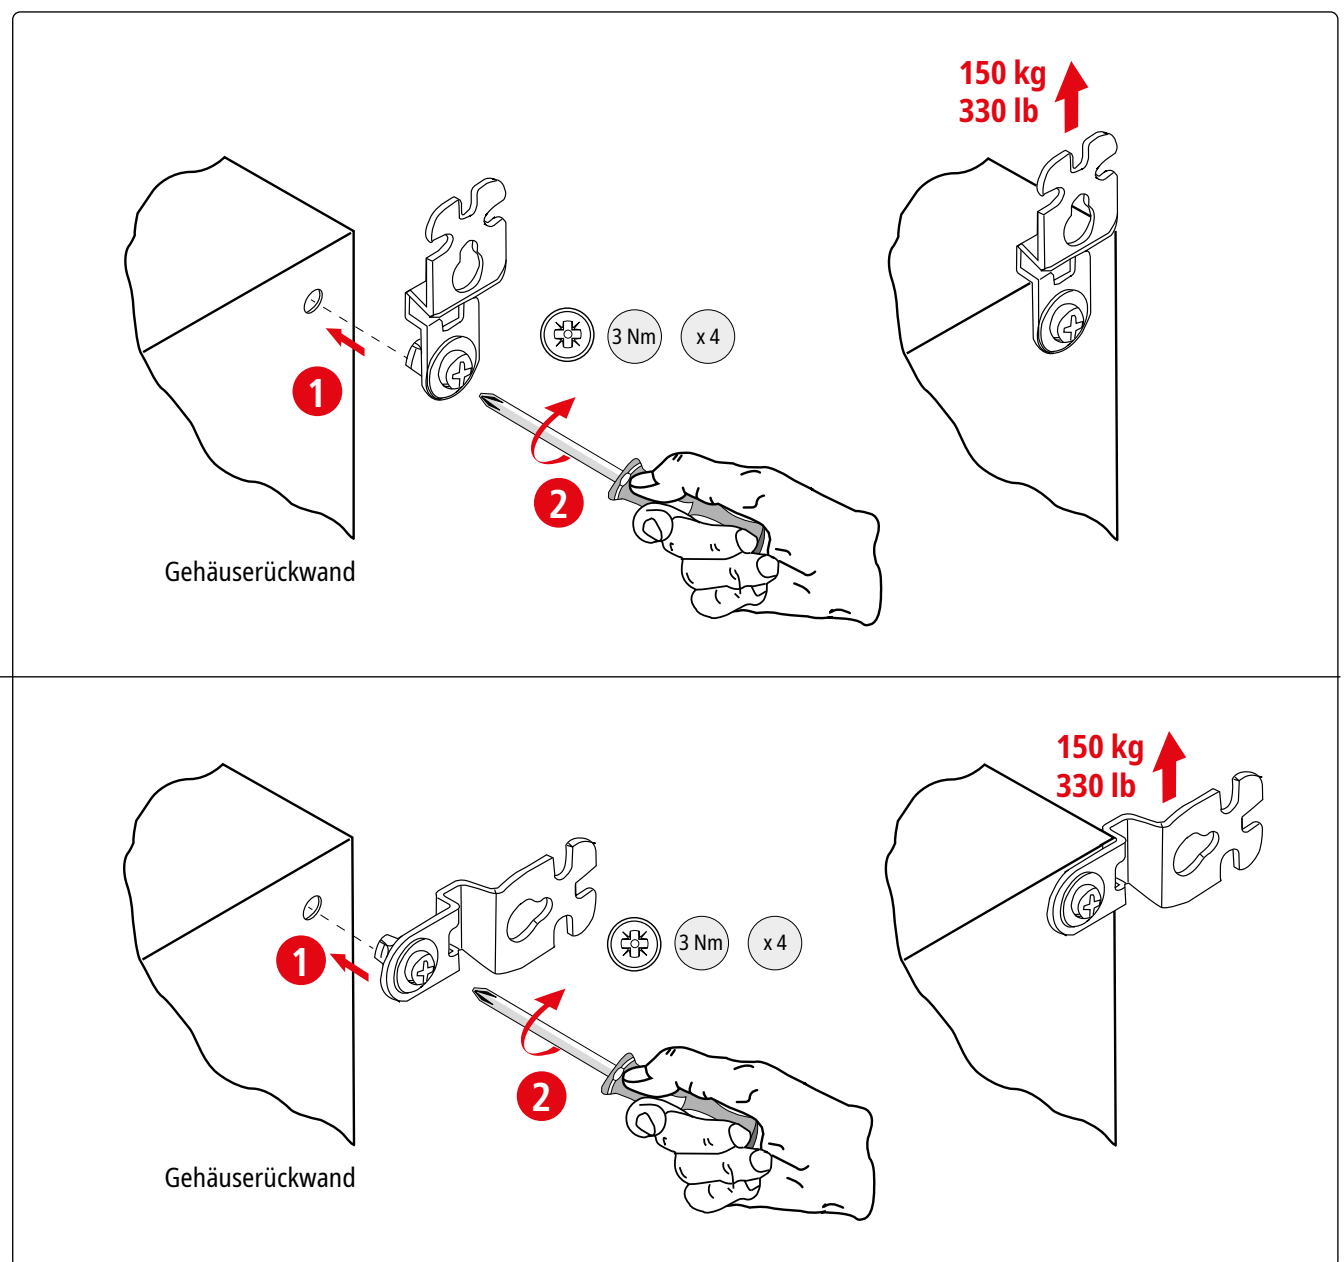

Bild 4 Gehäuserückwand
Eine mögliche Wandmontage kann mittels der im Lieferumfang enthaltenen Wandbefestigungslaschen erfolgen (siehe Bild 4).
- ➔ Danach wird die entsprechende Befestigungslasche an die jeweilige Bohrdurchführung herangeführt / durchgeführt und festgeschraubt (Beachte hierzu Bild 4).